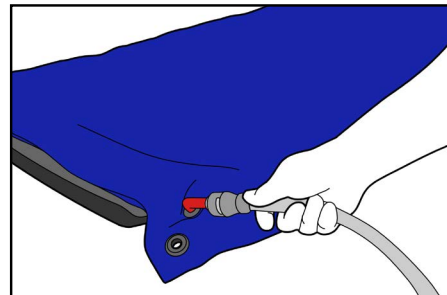

Fig. 7
1. Sätt fast vakuumslangen till ventilen. När ett hörbart klick avges, kommer detta att säkerställa att en korrekt koppling har utförts och att slangen och ventilen har anpassats ordentligt (Fig. 7).